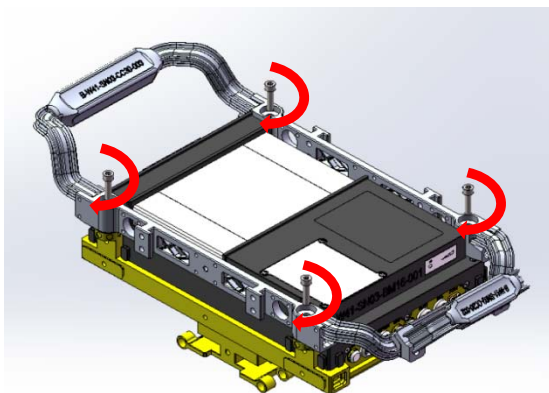

图 21-螺钉拧紧方向示意图
2. 将 4 颗内六角圆柱头 M6*25 螺丝放置在对应安装孔上，顺时针拧紧把手四周的螺钉，将把手固定到 MC30 上（图 21）。